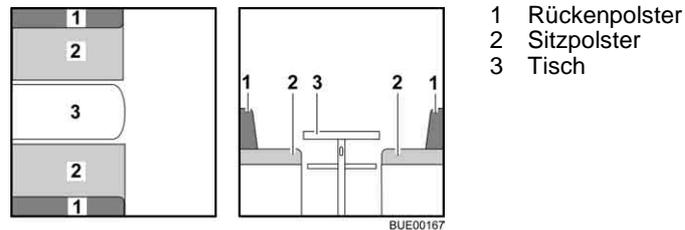

Bild 78 Vor dem Umbau
- Tisch (Bild 78,3) zum Bettunterbau umbauen (siehe Abschnitt 6.11).